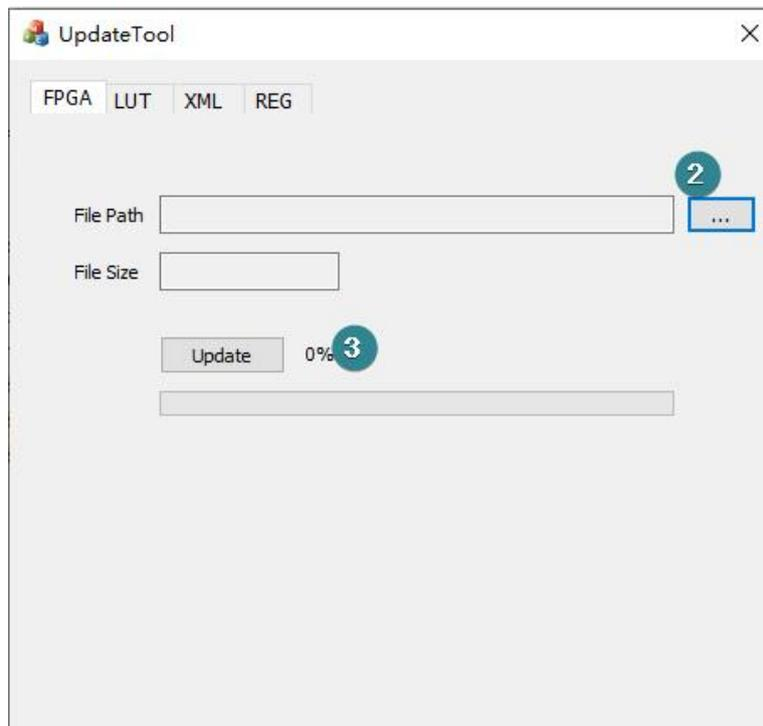

图 4-16 UpdateTool 界面
- 1) 双击运行“UpdateTool”工具，界面如图 4-16 所示；